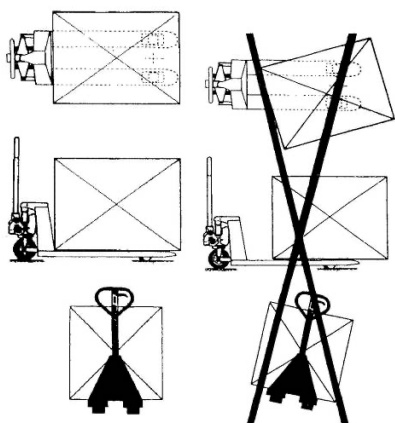

Figura 6
- La modalità corretta di caricamento e utilizzo del transpallet è quella indicata in Figura 6.
La modalità di carico ideale è quella che prevede di collocare il baricentro del carico nel punto centrale delle forche. Non posizionare il carico sulle estremità delle forche. La modalità corretta di caricamento e utilizzo del transpallet è quella indicata in Figura 6. Evitare di caricare più di un pallet sul carrello. Garantire la stabilità del carico. La portata del carico è indicata sull'apposita etichetta e sulla targhetta di identificazione.